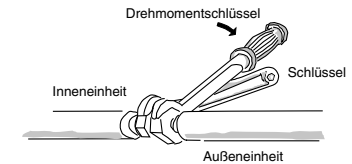

Abb. 5-6
- (1) Die aus der Wand hervorstehende, auf der Innenseite befindliche Kühlmittelleitung fest mit der außenseitigen Leitung verbinden.
- (2) Die Überwurfmutter mit dem rechts spezifizierten Anzugsdrehmoment festziehen:
- Wenn die Überwurfmutter von den Verbindungsstücken gelöst oder nach dem Anschließen der Leitungen festgezogen werden, müssen unbedingt zwei verstellbare Schraubenschlüssel oder Maulschlüssel verwendet werden, wie in der Abbildung gezeigt. (Abb. 5-6)